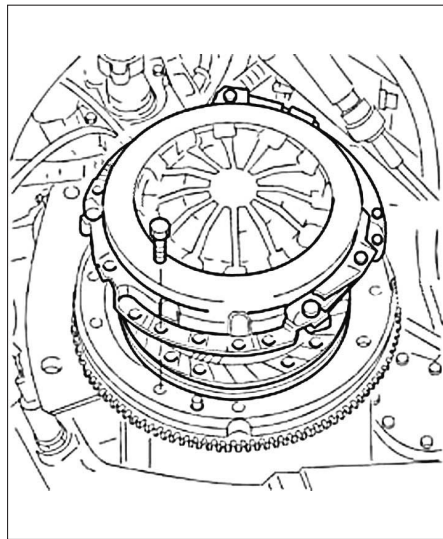

FIG. 1
- Immobiliser le volant moteur en rotation à l'aide de l'outil (A).
- Dévisser les vis de fixation du mécanisme et le dégager en récupérant le disque (Fig.1).